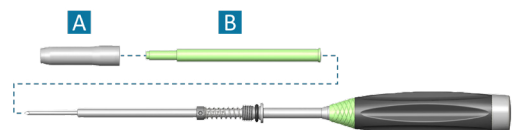

Figura 39
- Desmontaje: Gire el manguito exterior (A) del punzón en el sentido contrario a las agujas del reloj hasta que se pueda extraer del mango. Deslice el alojamiento exterior (B - manguito en verde claro) hacia fuera y extráigalo del vástago premontado (Figura 39).
- Reensamblaje: Deslice el alojamiento exterior con la etiqueta "punzón con guía" (B - manguito en verde claro) por el vástago previamente montado hasta alcanzar el tope fijo. Repita la acción con el manguito exterior (A) y gírelo en el sentido de las agujas del reloj hasta que quede apretado y el mango se convierta en una sola pieza.